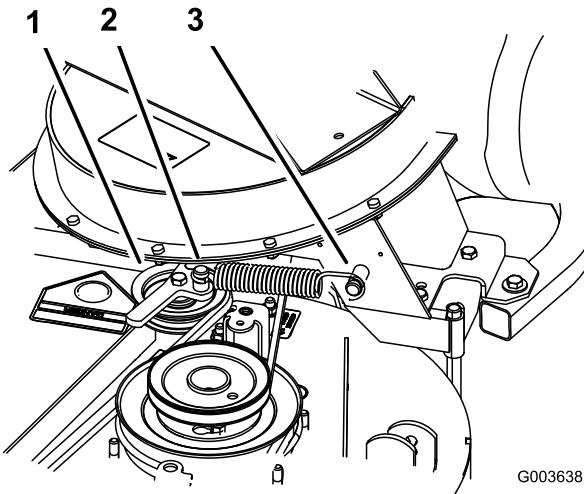

Bild 40
6. Setzen Sie die Feder ein, siehe Bild 40.